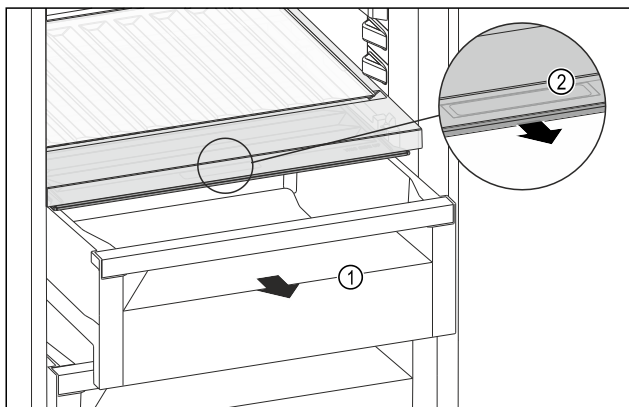

Fig. 170
- Изтеглете чекмеджето Fig. 170 (1).
- Хванете вдлъбнатия захват Fig. 170 (2) на капака на отделението и едновременно с това издърпайте напред капака на отделението.